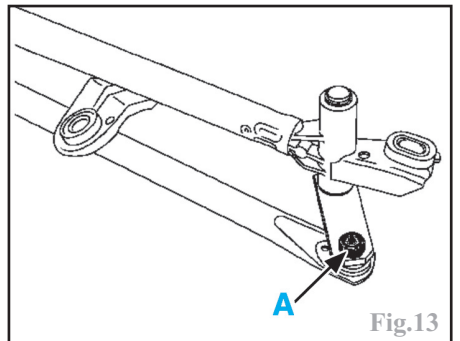

Fig.13
-il est interdit de modifier le réglage du mécanisme, la rotule (A) est réglée en usine (Fig.13).